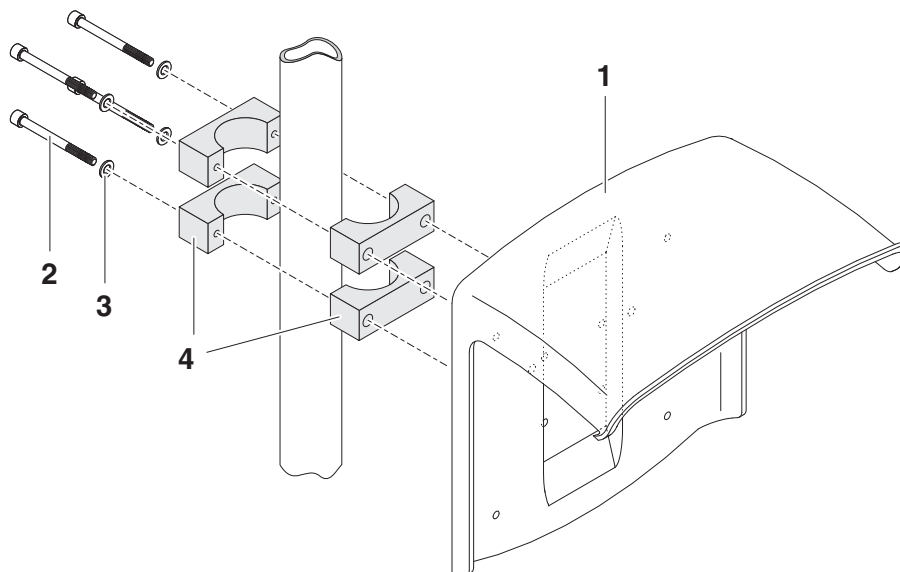

Bild 3-3 Schutzdach SSH/IQ an Standsäule montieren
- 1 Schutzdach (Pos. 1 in Bild 3-3) mit den vier Inbusschrauben (Pos. 2), den Unterlegscheiben (Pos. 3) und den Schellen (Pos. 4) in der gewünschten Höhe von der Rückseite her an die Standsäule schrauben.